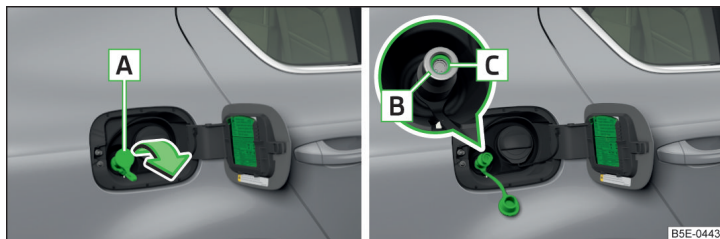

Abb. 311 Erdgaseinfüllstutzen
- Die Kappe **A** » Abb. 311 in Pfeilrichtung abnehmen und die Füllkupplung der Betankungsanlage auf den Einfüllstutzen **B** stecken.
- Prüfen, ob der Dichtring **C** » Abb. 311 in Einfüllstutzen **B** stecken blieb. Ist der Dichtring auf die Füllkupplung gerutscht, dann ist dieser wieder in den Einfüllstutzen einzusetzen.